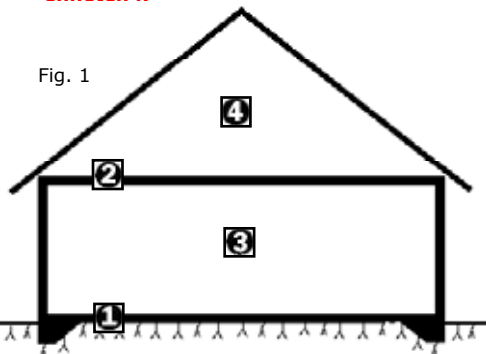

Fig. 1
- För att störa skadedjuren maximalt skall en eller flera Topo Stop R100 monteras så nära djurens entrévägar/boplatser i huset som möjligt. Det kan t.ex. vara trossbotten ①, taket ② eller båda ① + ② (Fig. 1) Ifall det inte finns möjlighet övervaka saneringsprocessen dag för dag, som t.ex. i ett tillbommat sommarhus, rekommenderar vi att du även installerar en eller flera **Topo Stop E250/E500** ultraljudsenheter direkt i boningsutrymmet ③ för att på så sätt ge skadedjuren rätt riktning ut ur deras skyddade tillhåll i väggar och bjälklag. I svåra fall är det även fördelaktigt att placera en ultraljudsenhet på kallvinden ④.